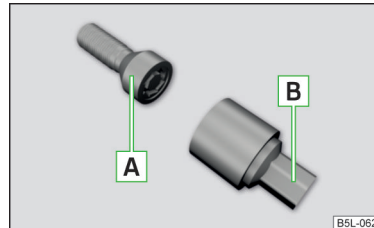

Abb. 273
Die Anti-Diebstahl-Radschrauben schützen die Räder vor einem Diebstahl. Diese lassen sich ausschließlich mit dem Aufsatzstück **B** » **Abb. 273 lösen/festziehen**.
- Den Radschlüssel bis zum Anschlag auf die Radschraube stecken. Für die Anti-Diebstahl-Radschrauben das zugehörige Aufsatzstück verwenden » Abb. 273 auf Seite 234.